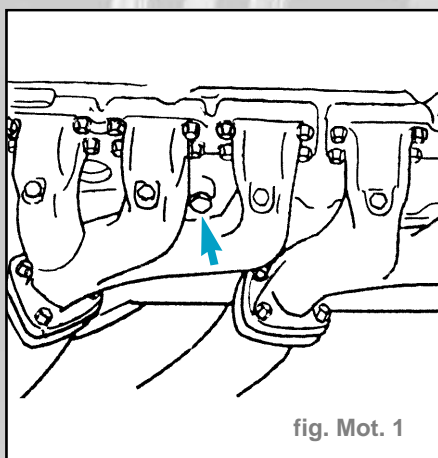

fig. Mot. 1
- Vidanger le liquide de refroidissement (fig. Mot. 1).